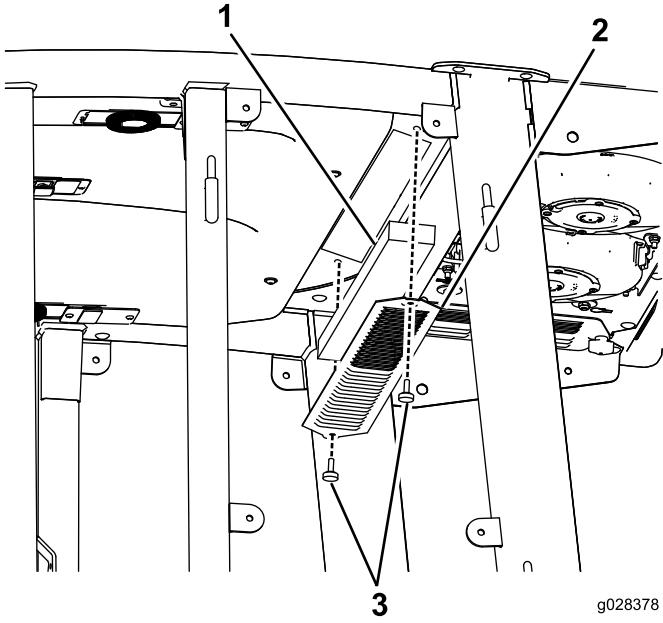
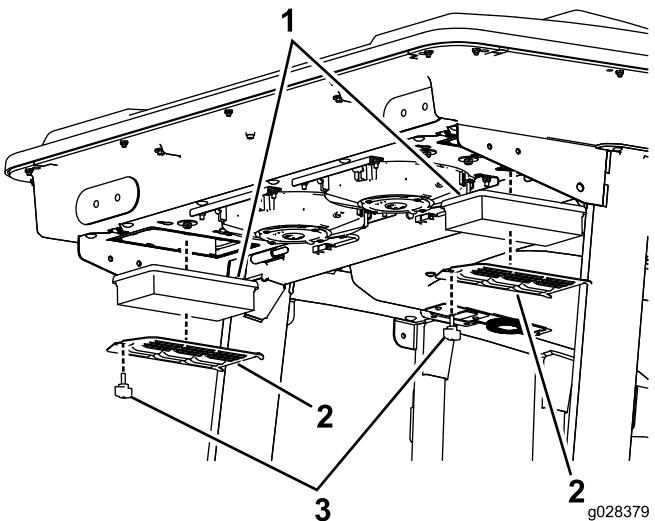

Рисунок 89
Рисунок 90
1. Выверните винты и снимите решетки у салонного и заднего воздушных фильтров кабины (Рисунок 89 и Рисунок 90).
5. Снимите воздушные фильтры (см. Рисунок 90).
7. Установите воздушные фильтры, сетку и вентилятор в сборе (Рисунок 90, Рисунок 91 и Рисунок 92).